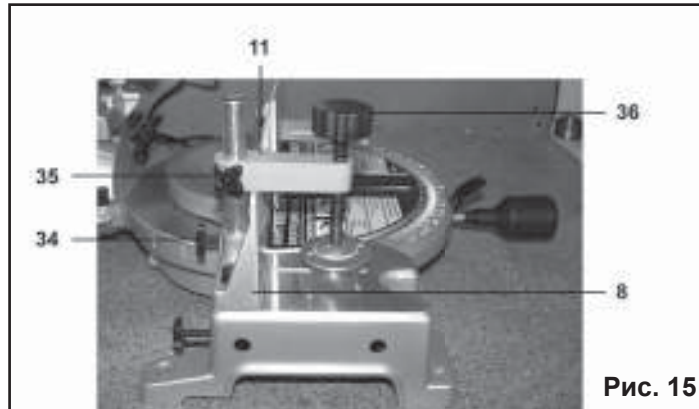

Рис. 15
12.1. Вертикальный зажим (Рис. 15)